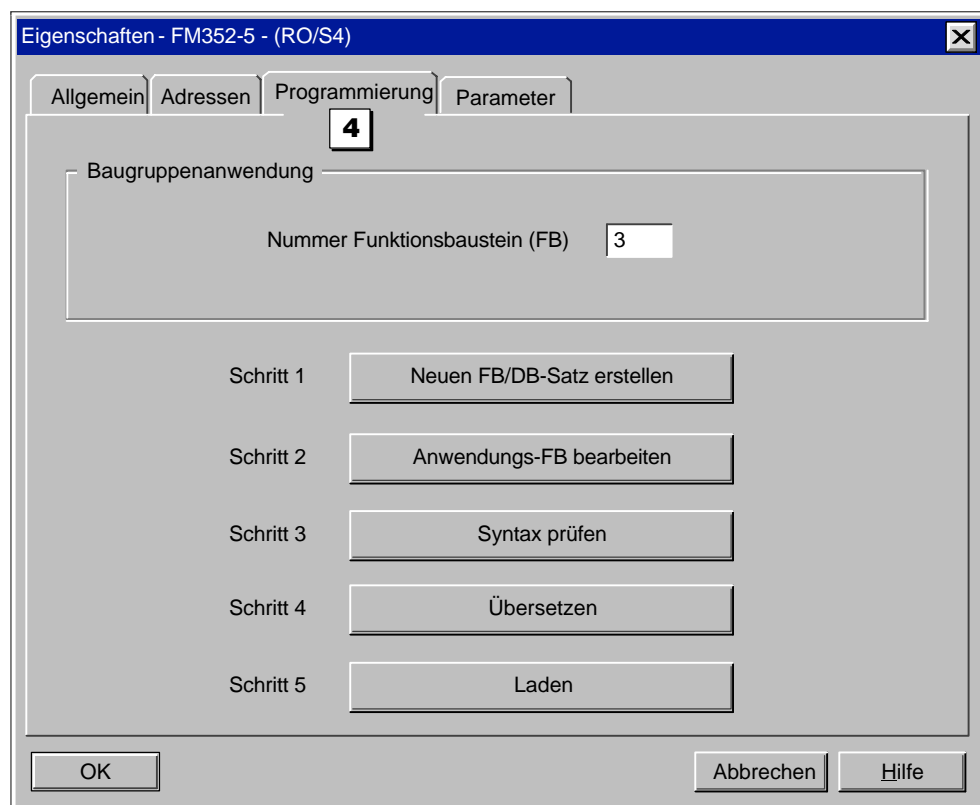

Bild 4-7 Dialogfeld "Eigenschaften FM 352-5", Register "Programmierung"
④ Im Dialogfeld "Eigenschaften" der Baugruppe FM 352-5 wird im Register "Programmierung" eine Schnittstelle zur Programmierumgebung der Baugruppe FM 352-5 zur Verfügung gestellt (siehe Bild 4-7). Arbeiten Sie mit den Feldern und Schaltflächen wie im folgenden beschrieben.